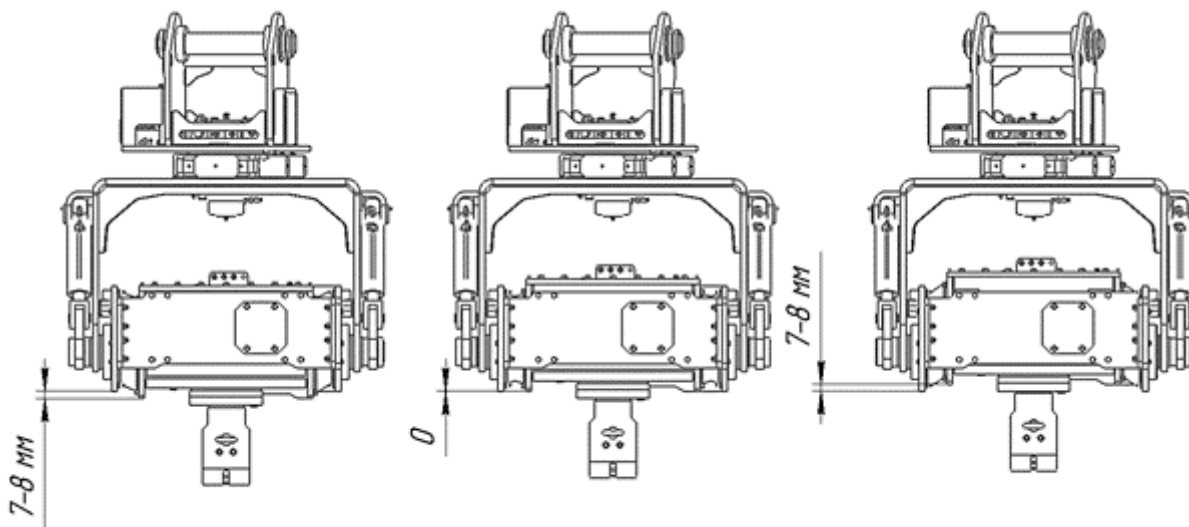

Рис. 17 Амплитуда (допустимое смещение блока возмущения)
- При уменьшении скорости погружения сваи в грунт, можно увеличить статическое усилие вдавливания экскаватором. Статическое усилие на вдавливание/извлечение не должно превышать предельно разрешённое, в противном случае может произойти (см. рис.17 смещение 7-8 мм, визуально смещения нет) повреждение/разрушение эластомеров (амортизаторов).